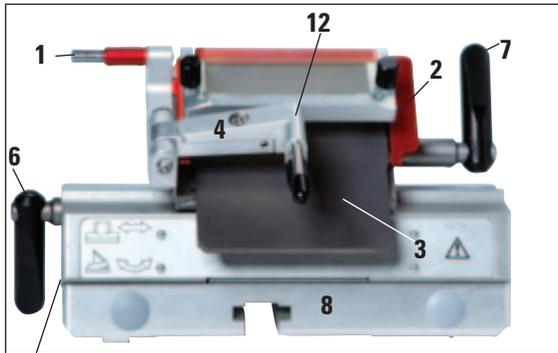

Abb. 12
- Freiwinkeleinstellung mit Inbus-Schlüssel SW 4 (siehe **5**, Abb. 12, links am Klingenhalter) - empfohlener Winkel zwischen 2° und 5°
1. Um den Segmentbogen (1) von der Basis zu lösen, mit einem Inbus-Schlüssel SW4 die Schraube über Freiwinkeleinstellung (2) lösen und Segmentbogen (1) von der Klingenhalterbasis nehmen.
2. Schnittstreckersystem (3) nach links klappen, dabei am Hebel (4) anfassen.
3. Klemmhebel (5) der Andruckplatte durch Drehen gegen den Uhrzeigersinn lösen.
4. Andruckplatte (6) festhalten und Bolzen (7) herausziehen.
5. Danach kann die Andruckplatte (6) zur Reinigung (mit Alkohol) entnommen werden.
6. Um den oberen Teil (8) vom Segmentbogen zu entfernen, Klemmhebel des Klingenhalters (6, Abb. 12) durch Drehen im Uhrzeigersinn lösen und heraus ziehen. Klingenhalter ist nun lateral verschiebbar und kann vom Segmentbogen genommen werden.